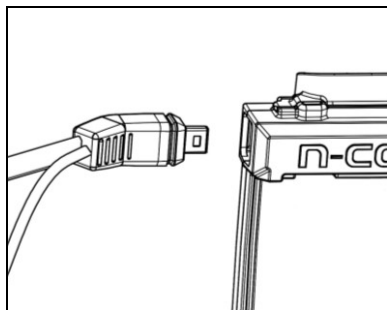

Fig. 5
- Collegare il cablaggio sinistro alla controparte, come mostrato in figura (Fig. 5).